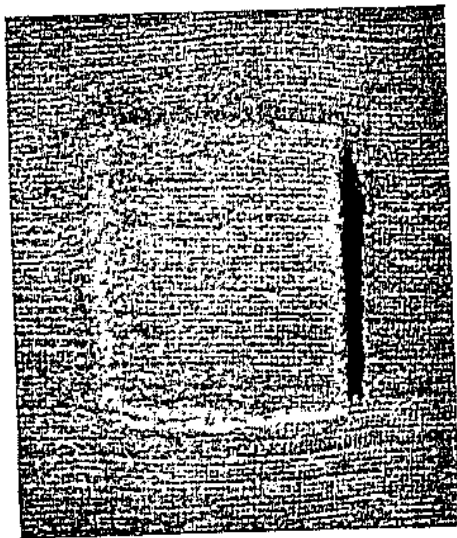

Abb. 26
**Winkelhaken und Risse im Gewebe** lassen sich mit dichten Stopfstichen in Längs- und Querrichtung wieder schließen. (Abb. 26).